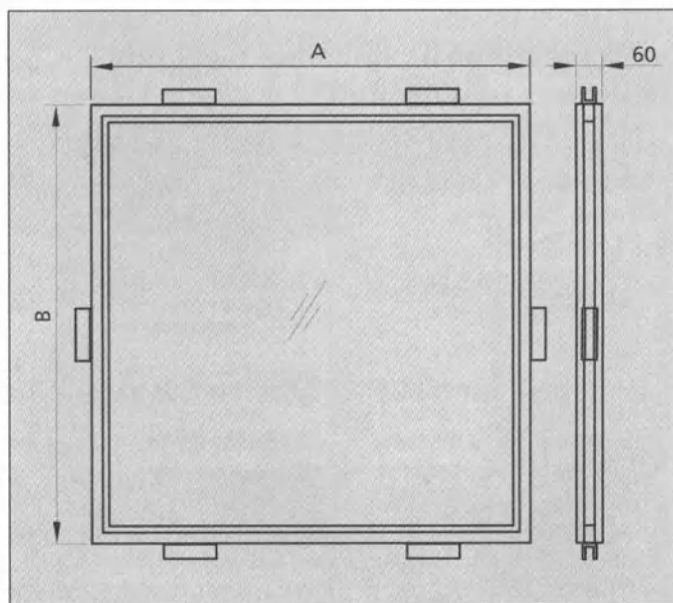

Рис. 2 Окно Pharma CRWM
3.2. Окно Pharma CRWM (рис. 2)
Размеры окна Pharma CRWM (табл. 2, рис. 2)